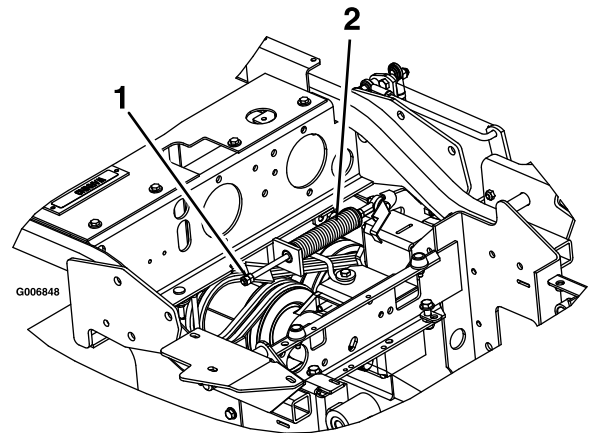

Bild 68
3. Ermitteln Sie die Bremsfeder und schrauben Sie die zwei Klemmmuttern zum Ende der Bremsfederstange heraus (Bild 68).